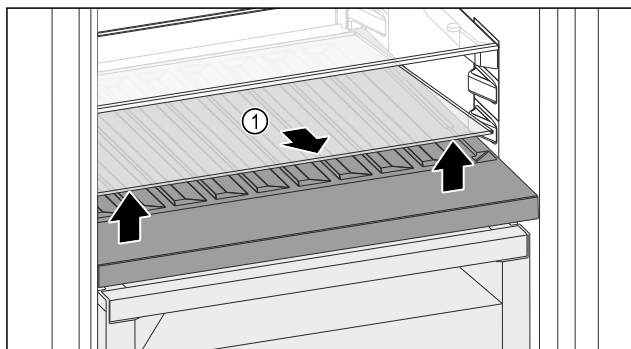

Fig. 113
- ▶ Ridicați în față și extrageți placa de sticlă Fig. 113 (1) din degajare.
- ▶ Păstrați placa de sticlă Fig. 113 (1) în siguranță în afara aparatului.